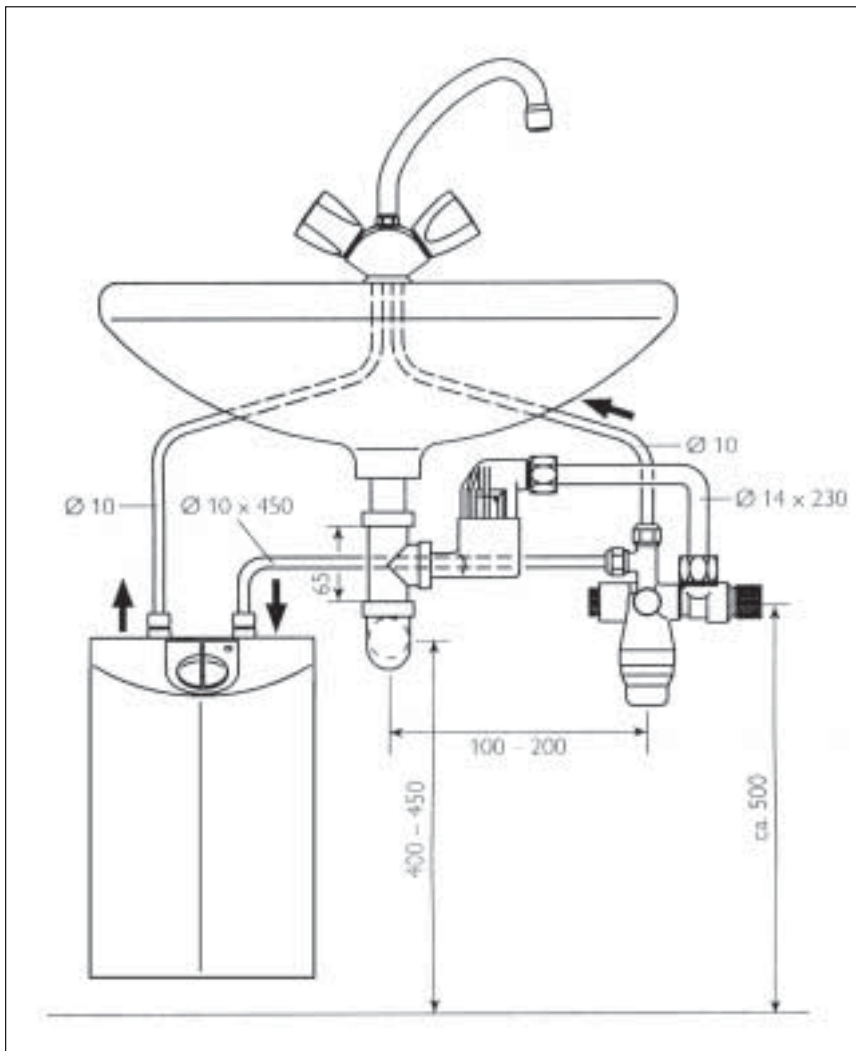

Рис. 3
- Навинтить сливную воронку на переставную трубу и с помощью колена Ø14 мм соединить с группой безопасности (отвод излишка воды, образовавшегося в результате расширения). Для подключения второго заборного крана необходимы тройники (водораспределители), арт.№ 07 05 58 (см. рис. 3).